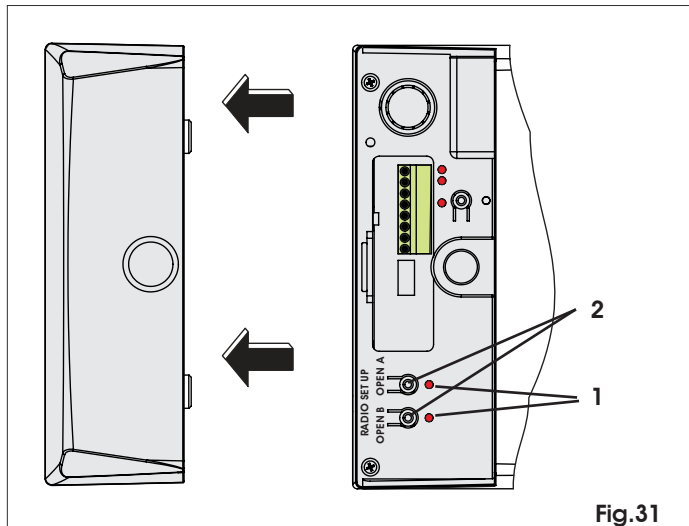

Fig.31
- 2) Nacisnąć przycisk OPEN A lub OPEN B przez 1 sekundę (Rys. 31 odn. 2), aby zaprogramować odpowiednio całkowite lub częściowe otwarcie.
- 3) Odpowiednia dioda led (Rys. 31 odn. 1) zaczyna powoli migać przez 5 s
- 4) Nacisnąć przycisk OPEN A lub OPEN B przez 1 sekundę (Rys. 31 odn. 2), aby zaprogramować odpowiednio całkowite lub częściowe otwarcie.